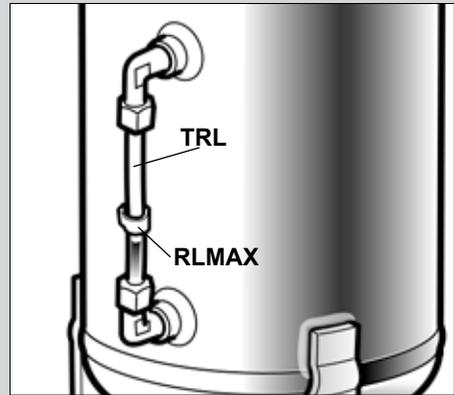

Fig. 22
Операция проверки уровня очень проста: проверьте, на каком уровне находится масло в трубке уровнемера TRL (рис. 22).
**Следите за уровнем масла!!! Он не должен превышать максимально допустимой отметки **RL MAX** (рис. 22)**